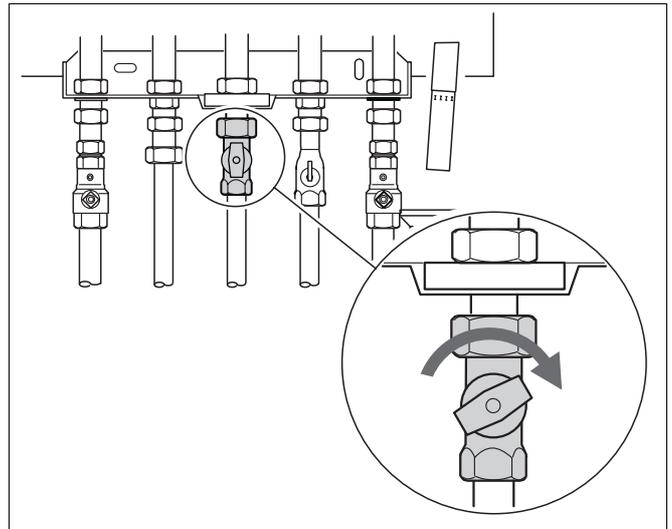

Abb. 18 Gasabsperrhahn schließen
- Gasabsperrhahn (Abb. 18) schließen.